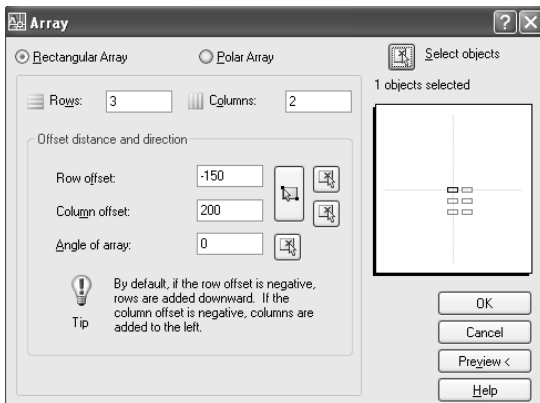

Рис. 4.6. Диалоговое окно **Array** в режиме создания прямоугольного массива
- введите в командном окне команду **ARRAY** (МАССИВ) или **AR** (MC).
4. В строках **Rows** (Рядов) и **Columns** (Столбцов) задайте количество строк и столбцов в массиве (рис. 4.6).